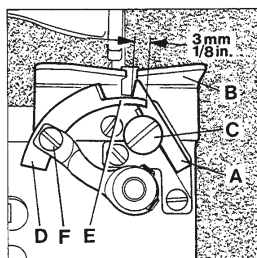

Fig.11
Set the fixed knife (A, Fig. 11) so that its tip sits close to the underside of the throat plate (B). For adjustment loosen screw (C) and move knife up or down in its holder as required. Retighten screw.
Set the moving knife (D, Fig. 11) so that it just clears below the throat plate underside on its entire arc of travel. In the most open position of the knives the pilot (E) should overlap the fixed knife by 3 mm (1/8"). In cutting position of the knives the cutting edge of the moving knife should overlap the cutting edge of the fixed knife at least 1 mm (3/64"). For adjusting moving knife loosen screw (F) and set knife as required. Retighten screw.
Stellen Sie das feststehende Messer (A, Fig. 11) so, daß seine Spitze an der Stichplattenunterseite (B) anliegt. Zum Einstellen lösen Sie die Schraube (C) und schieben das Messer im Halter nach Bedarf nach oben oder unten. Ziehen Sie die Schraube wieder an.
Stellen Sie das bewegliche Messer (D, Fig. 11) so, daß es innerhalb seiner Schwingbewegung unter der Stichplattenunterseite gerade freigeht. Der Führungzapfen (E) soll in der am weitesten geöffneten Stellung der Messer das feststehende Messer 3 mm überlappen. In Schneidstellung muß die Schneide des beweglichen Messers mindestens 1 mm überlappen. Zum Einstellen des beweglichen Messers lösen Sie die Schraube (F) und stellen das Messer entsprechend ein. Ziehen Sie die Schraube wieder an.